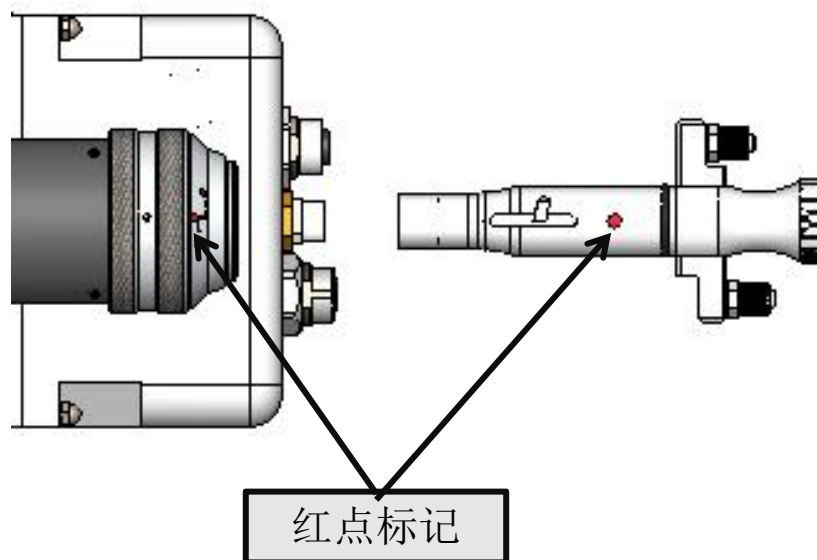

图2.8
- ④ 光纤头上红点对准QBH连接器的红点，慢慢将光纤头插入QBH连接器中，如下图2.8所示：